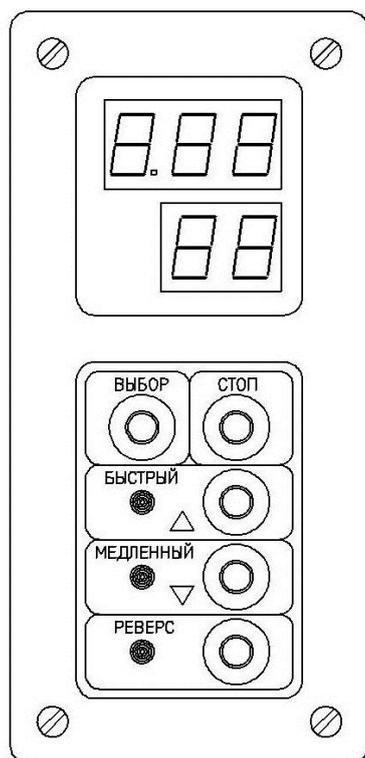

Рисунок 1. Органы индикации и управления БПР-08Р
3.5. Перед началом работ по настройке БПР необходимо ознакомиться с органами индикации и управления БПР, расположенных на передней панели блока (рисунок 1). На панели расположены 5 кнопки управления, а также 3-х и 2-х разрядные семи сегментные индикаторы и 3 дискретных светодиода.